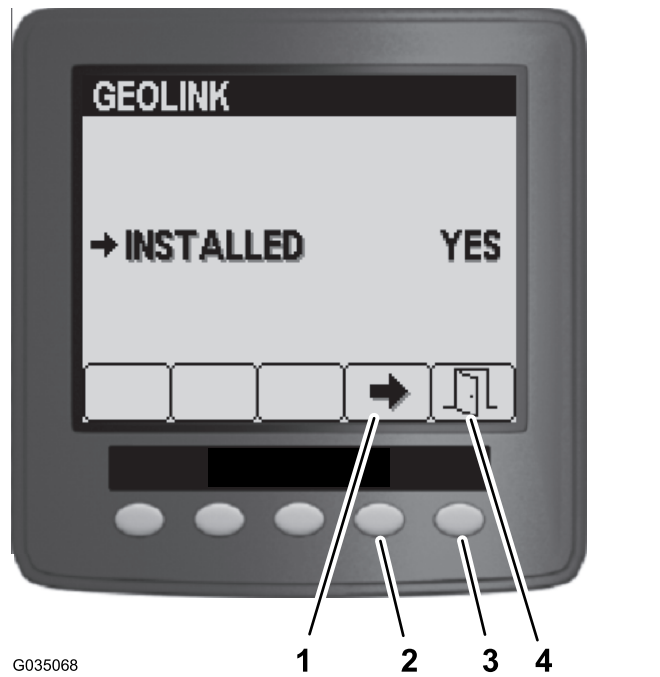

图 152
5. 在 GeoLink 菜单上。按 4 号按钮选择“是”选项然后按 5 号按钮保存您的设置并退出菜单图 152。